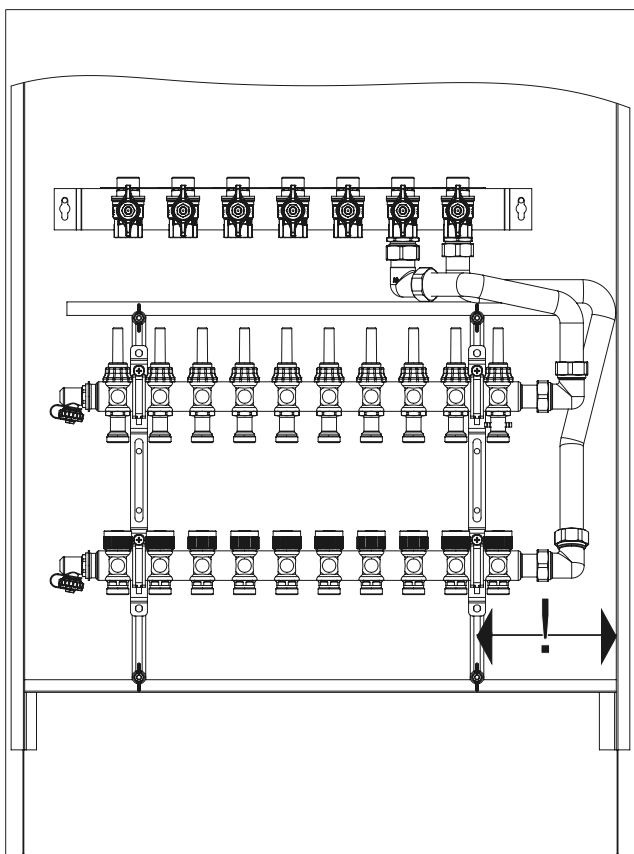

Fig. 7: Montage du distributeur/collecteur pour surfaces chauffantes
**i** Le montage du distributeur/collecteur pour surfaces chauffantes se fait de droite à gauche (voir Fig. 7 en page 29).